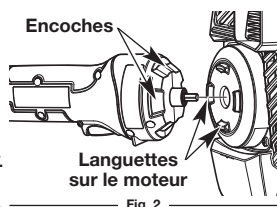

Fig. 2
1. Placez la broche du démarreur électrique dans le trou à l'arrière du moteur en vous assurant que les languettes correspondent avec les encoches sur le démarreur électrique. (Fig. 2)